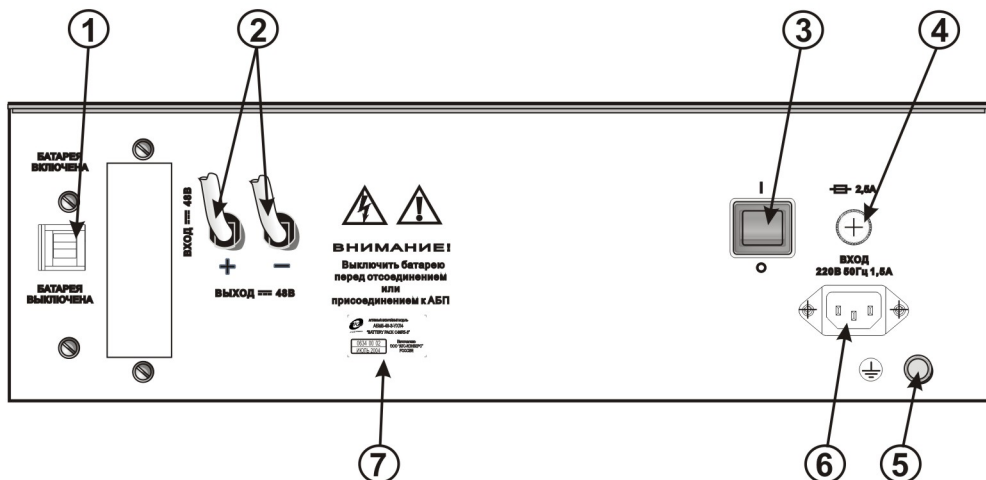

Рисунок 1 – Задняя панель АБМ
1.9 На задней панели АБМ (рисунок 1) расположены: